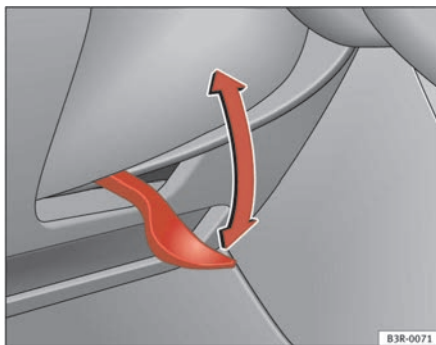

Fig. 137 Lever beneath steering column
- Push the lever ⇒ fig. 137 down ⇒ ⚠.